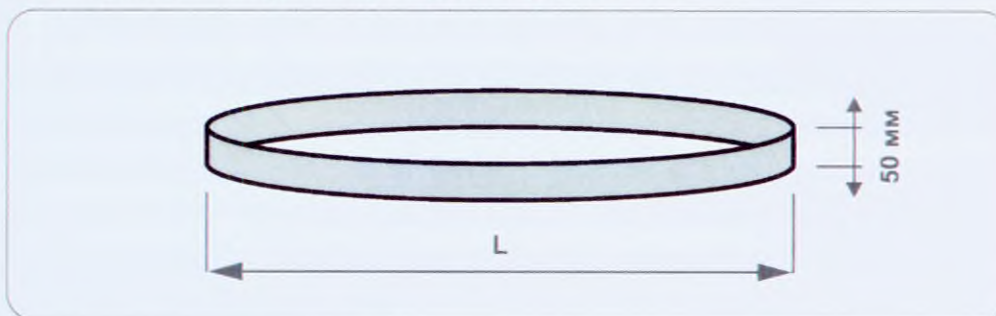

Рис. 1 Средство для извлечения пострадавших из-под завалов ТПТ- «МЕДПЛАНТ»
4.1. Устройство изделия представлено на Рис. 1.